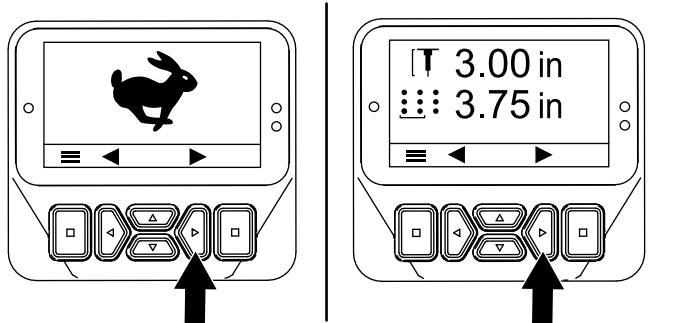
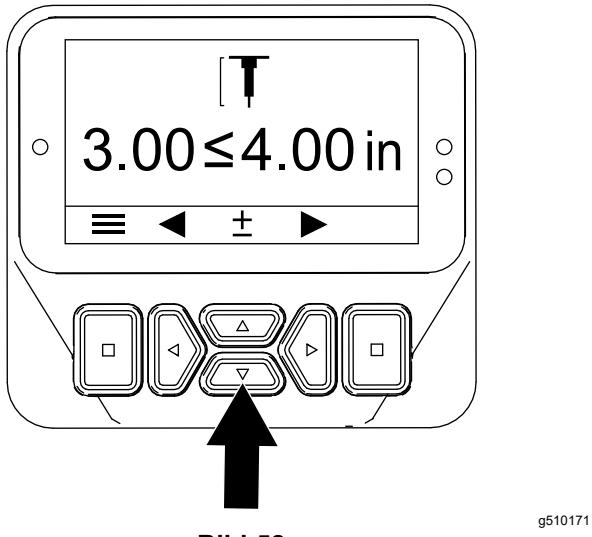

Bild 51
Bild 52
- Drücken Sie die Taste „nach rechts“, bis der Bildschirm „Einstellen der Lochtiefe“ angezeigt wird (Bild 51 und Bild 52).
- Stellen Sie die Tinetiefe mit den Tasten „nach oben“ und „nach unten“ (Bild 52) wie folgt ein: